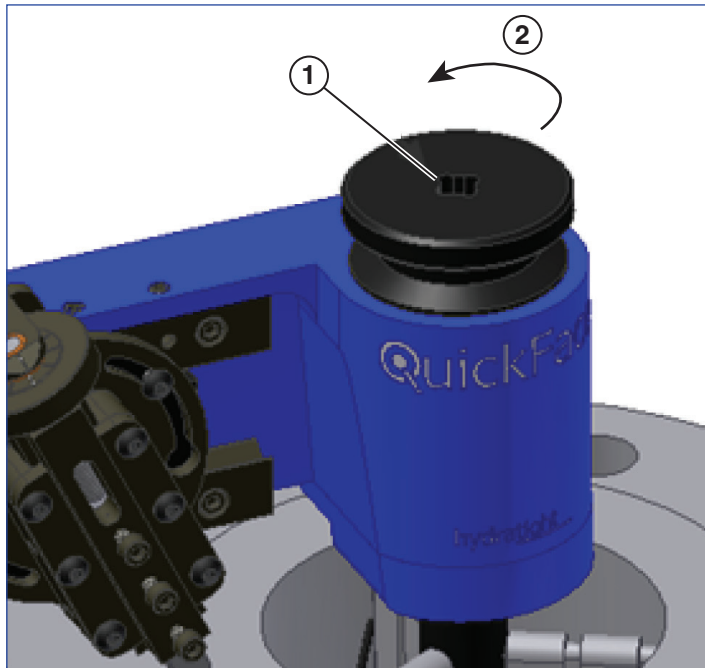

Abb. 15
11. Wenn die Fläche die gewünschten Ergebnisse erfüllt, entfernen Sie die Maschine, indem Sie den Arretierungsknopf des Dorns entgegen dem Uhrzeigersinn drehen (siehe Abb. 15). Wenn die Fläche erneut geschnitten werden muss, wiederholen Sie die Schritte 4 bis 11, bis Sie fertig sind.